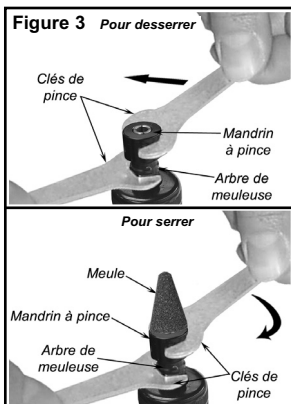

Figure 3 Pour desserrer
- Desserrez le mandrin à pince à l'aide des clés de pince fournies avec l'outil, en plaçant une clé sur les parties plates de l'arbre de la meuleuse afin de l'empêcher de tourner. Placez ensuite l'autre clé sur les parties plates du mandrin à pince et tournez dans le sens antihoraire pour le desserrer (voir Figure 3).
- Desserrez le mandrin à pince à l'aide des clés de pince fournies avec l'outil, en plaçant une clé sur les parties plates de l'arbre de la meuleuse afin de l'empêcher de tourner. Placez ensuite l'autre clé sur les parties plates du mandrin à pince et tournez dans le sens antihoraire pour le desserrer (voir Figure 3). Retirez le mandrin à pince de l'outil.